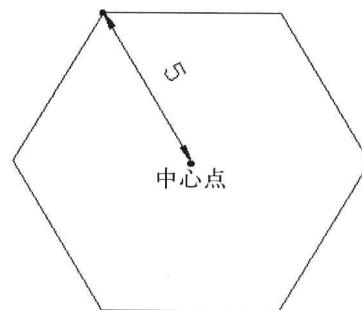

图 3-4-1
- (1) 单击“常用”选项卡，在“绘图”面板中单击“正多边形”按钮 \triangle ，或者选择菜单命令“绘图/正多边形”。
- (2) 启动正多边形命令之后，命令行提示“输入边的数目<4>”，输入“6”，按Enter键。
- (3) 命令行提示“指定正多边形的中心点或[边(E)]”，单击一点确定正多边形的中心点位置。
- (4) 命令行提示“输入选项[内接于圆(I)/外切于圆(C)]”，按Enter键，选择默认的内接于圆方法创建六边形。
- (5) 命令行提示“指定圆的半径”，输入“5”，按Enter键。创建的正多边形如图3-4-1所示。